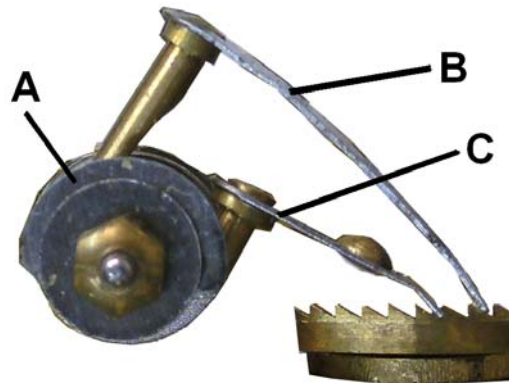

Abbildung 14
- Die Ankergabel zeigt nach rechts: Siehe Abbildung 14. Die Klinken **B** und **C** sind $1\frac{1}{2}$ Zahn voneinander entfernt.